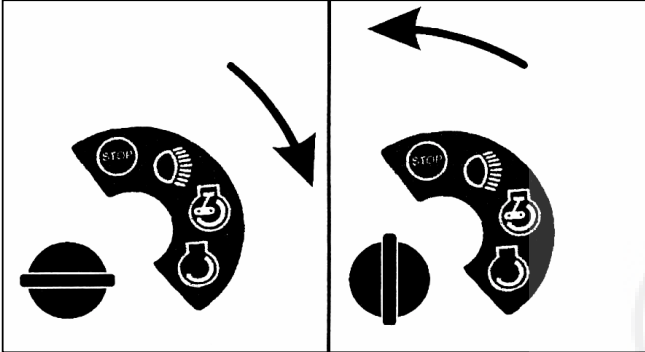

Fig. 17
- Tourner le clé de contact sur la position START comme fig.17 et le relâche tout de suite quand le moteur a démarré.